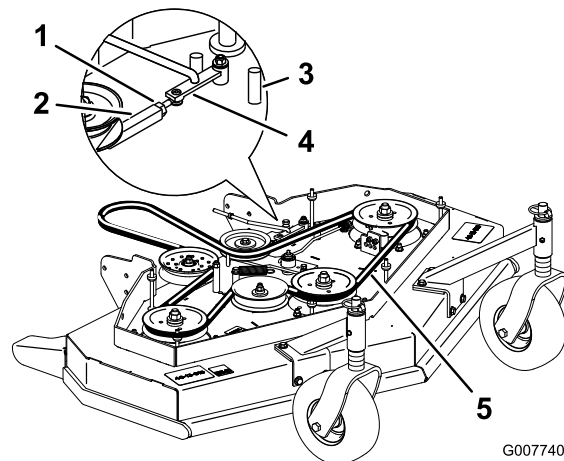

Figura 44
3. Allentate il dado di bloccaggio sul tornichetto (Figura 44).
tosaerba per diminuire la tensione della cinghia (Figura 44).